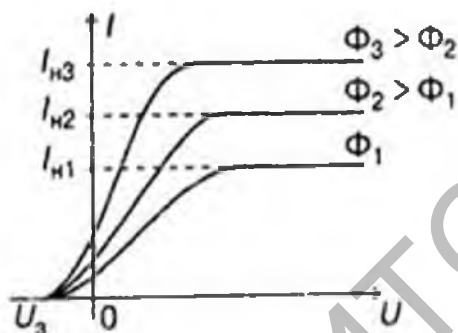

Рисунок 3
**1-й закон:** Сила фототока насыщения  $I_n$  прямо пропорциональна световому потоку (рисунок 3):